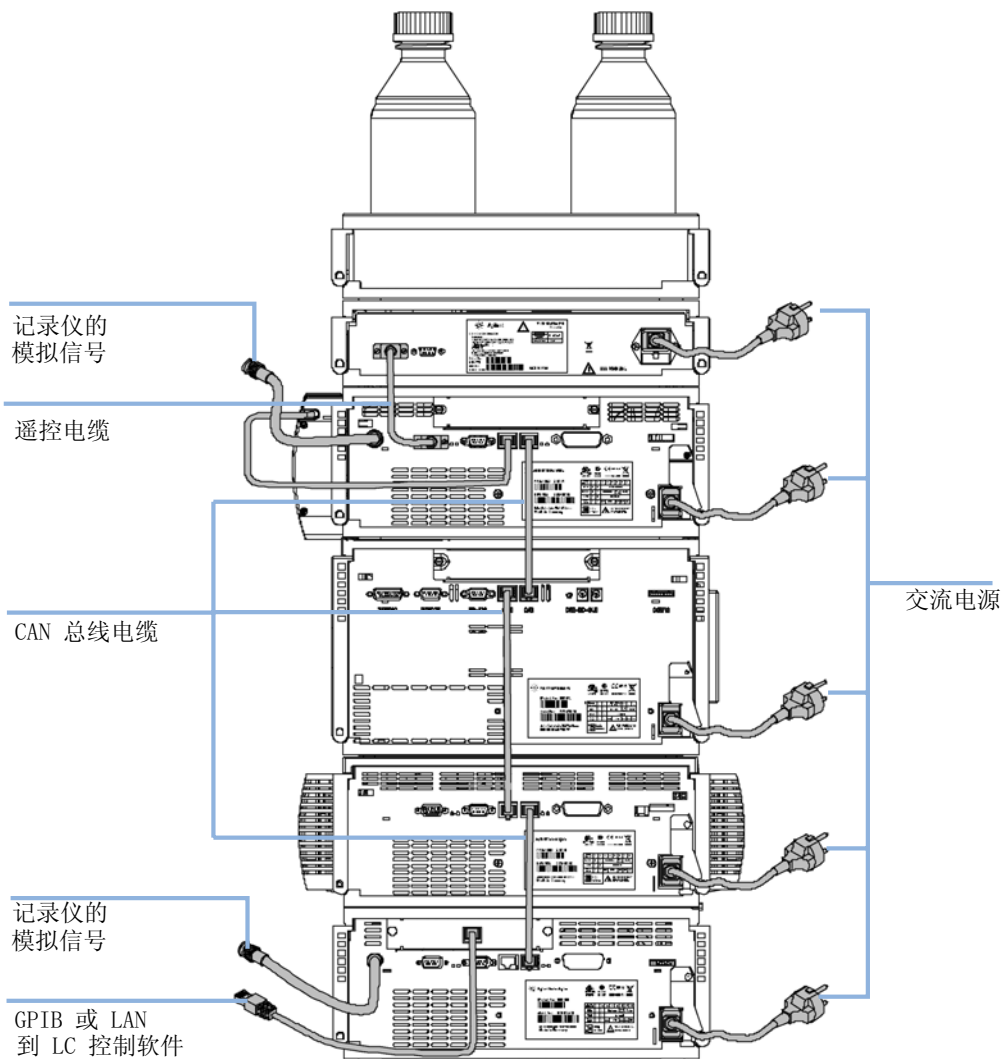

图 6 建议的叠放配置（后视图）
- 4 将 CAN 电缆连接到下一部件的 CAN 接头，请参阅第 34 页的图 6。
- 4 将 APG 电缆连接到泵的 APG 远程接头，请参阅第 34 页的图 6。